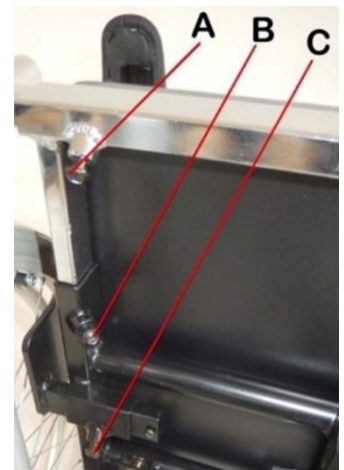

Рис. 10
1. Ослабте гвинти (див. Рис. 10; п. В).
3. Затягніть гвинти (див. Рис. 10; п. В).
1. Ослабте гвинти (див. Рис. 10; п. С).
3. Затягніть гвинти (див. Рис. 10; п. С).
1. Ослабте гвинти (див. Рис. 10; п. А), посуньте тримач підніжки у боковому напрямку.
2. Затягніть гвинти (див. Рис. 10; п. А).